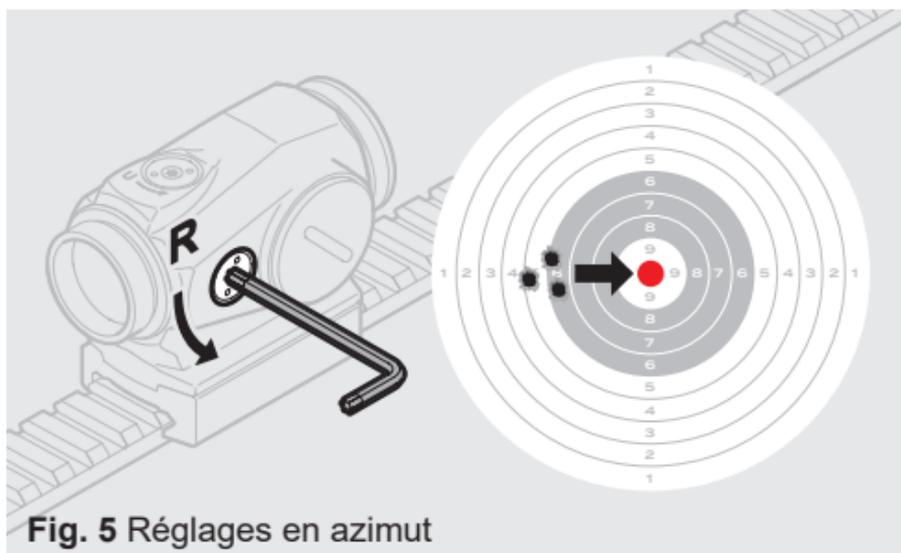
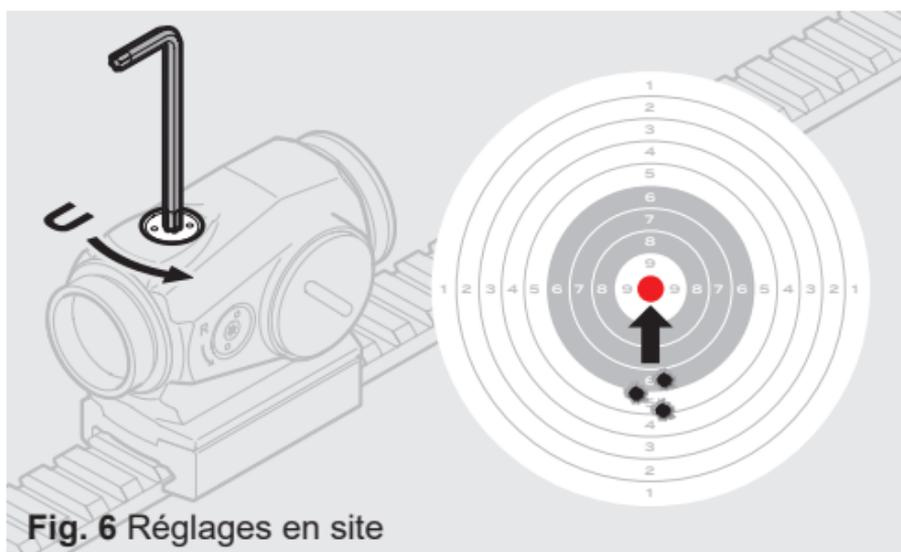

Fig. 5 Réglages en azimut
Fig. 6 Réglages en site
- b Utiliser la clé Torx T10 de Aimpoint (3) pour tourner les vis de réglage.
- c Réglages en azimut (voir Fig. 5) :
- Tourner la vis de réglage en azimut (6) dans le sens inverse des aiguilles d'une montre pour déplacer le point d'impact vers la droite (R).
- Tourner la vis de réglage en azimut (6) dans le sens des aiguilles d'une montre pour déplacer le point d'impact vers la gauche.
- d Réglages en site (Voir Fig. 6) :
- Tourner la vis de réglage en site (7) dans le sens inverse des aiguilles d'une montre pour relever le point d'impact (U).
- Tourner la vis de réglage en site (7) dans le sens des aiguilles d'une montre pour abaisser le point d'impact.
- f S'assurer que le viseur est solidement fixé sur l'arme et resserrer la vis (12) si nécessaire.